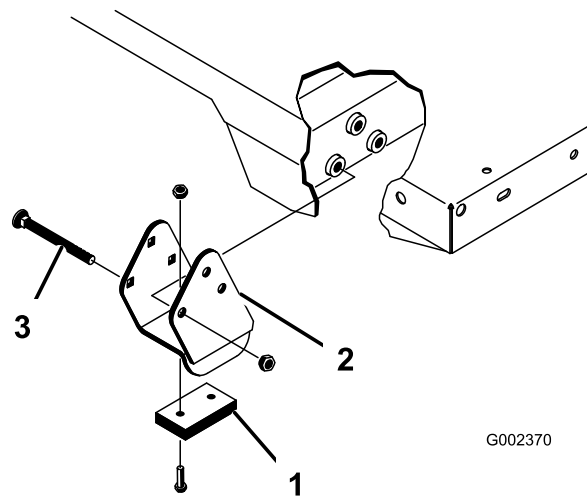

Figura 25
Asigurați-vă că suporturile distanțiere și blocurile de uzură (Figura 25) sunt montate cu uruburile de fixare poziționate în interiorul mainii.
2. Aezai cu atenție platforma pe cadrul mainii, aliniind orificiile plăcii pivotante din spatele platformei cu orificiile din canalul cadrului spate și montai cele 2 tifturi cu cap și gaură în cuie de osie (Figura 25).
4. Introduceți tiftul cu cap și gaură din exteriorul platformei cu cuiul de osie orientat spre exterior (Figura 25).